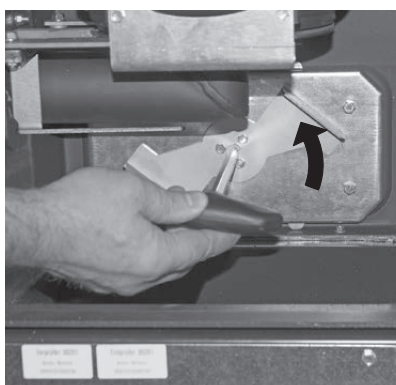

Fig. 44 Tourner la poignée dans le sens contraire aux aiguilles d'une montre
- ▶ Remettre le couvercle des surfaces d'échange en place et tourner à nouveau la poignée à fond dans le sens contraire aux aiguilles d'une montre Fig. 44.